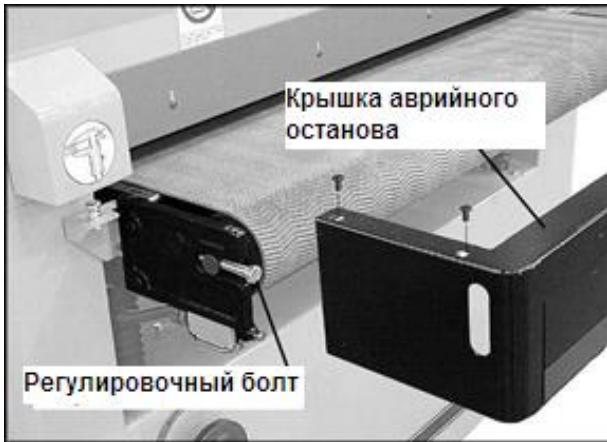

Рисунок 13
2. Поверните регулировочные болты (левый показан на Рис. 13) гаечным ключом на 19 мм, насколько это необходимо. Поверните по часовой стрелке, чтобы увеличить натяжение, против часовой стрелки, чтобы уменьшить натяжение. (ПРИМЕЧАНИЕ: Снятие крышки аварийного останова для натяжения не требуется.)
1. Выкрутите четыре винта, крепящие крышку пластины аварийного останова, и снимите крышку. См. Рисунок 13. Это позволит лучше контролировать движение ленты на роликах.